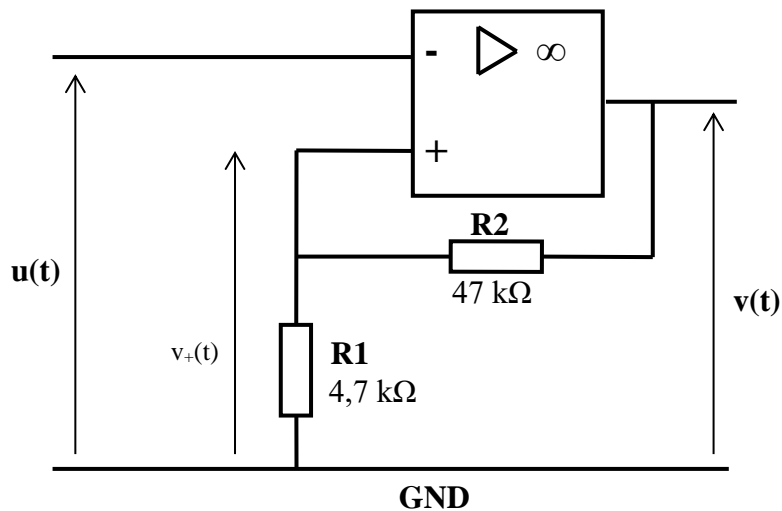

Fig. 5 Comparateur à hystérésis
Etude du comparateur à hystérésis de la figure 5 :
- Construire le comparateur à hystérésis de la figure 5.